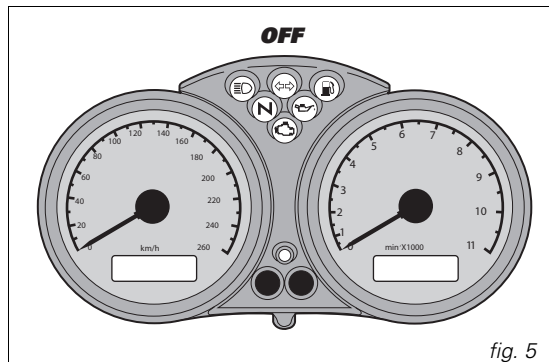
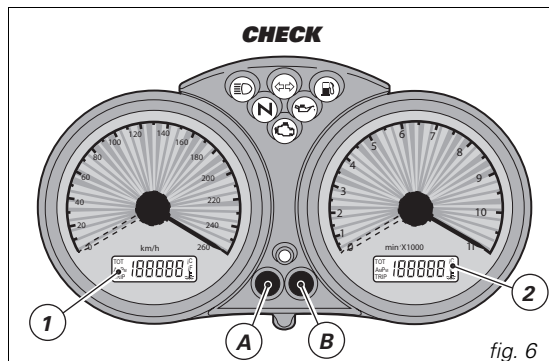

fig. 5
fig. 6
All'accensione (chiave da **OFF** a **ON**) il cruscotto esegue un **Check** di tutta la strumentazione (lancette, display, spie) (fig. 5 e fig. 6).
Premendo il pulsante (B, fig. 6) con chiave **ON** si alterna la visualizzazione del contachilometri parziale e di quello totale.
Tenendo premuto il pulsante (B, fig. 6) per più di 2 secondi quando è nella funzione **TRIP** (contachilometri parziale), si otterrà l'azzeramento nel display (LCD 1).
Premendo il pulsante (A, fig. 6) con chiave **ON** si visualizza l'orologio e la temperatura dell'olio.
Premere il pulsante (A, fig. 6) per almeno 2 secondi. Regolare AM/PM premendo il pulsante (B, fig. 6). Premere il pulsante (A) per passare alla regolazione dell'ora. Premere (B) ripetutamente per modificare l'indicazione dell'ora. Premere il pulsante (A) per passare alla regolazione dei minuti.
Se si preme il tasto (B, fig. 6) entro 5 secondi con la chiave in posizione **ON**, ad ogni pressione sul detto pulsante si avrà una variazione dell'intensità luminosa del cruscotto.